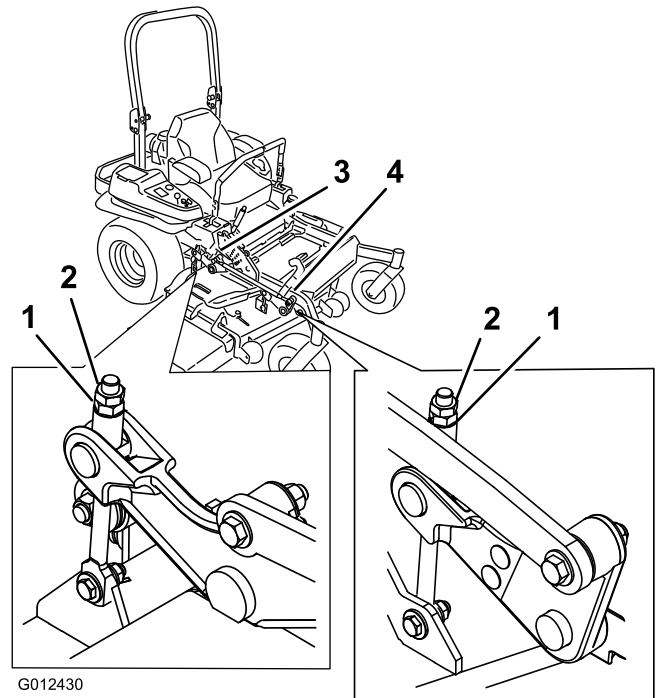

Figura 91
10. Gire la tuerca de ajuste del conjunto de elevación de la carcasa delantera para modificar la altura (Figura 91).
16. Gire la tuerca de ajuste del conjunto de elevación de la carcasa delantera para modificar la altura (Figura 91).